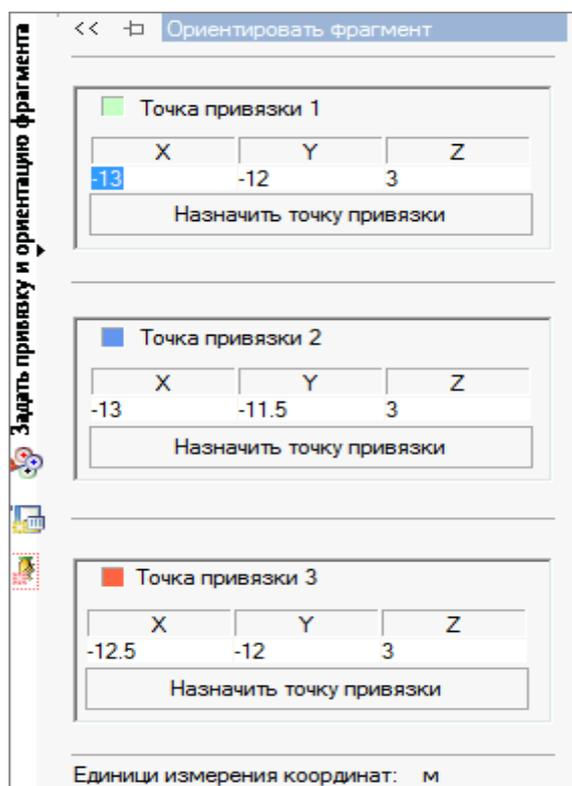

Рисунок 2.84
- указанием координат (рисунок 2.84);